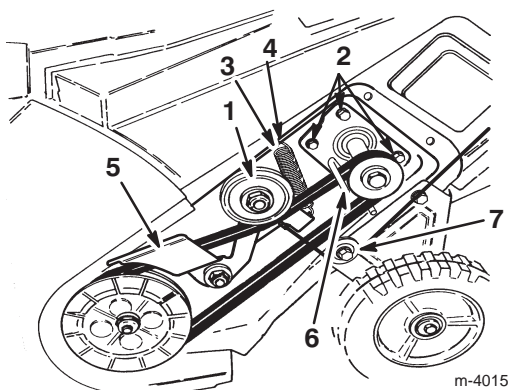

Figure 12
5. Desserrer les 4 écrous de fixation du moteur suffisamment pour faire pivoter le guide-courroie et l'éloigner de la poulie moteur afin de pouvoir enlever la courroie (Fig. 12).
12. Vérifier que le long bout du ressort de tendeur est bien accroché dans le trou du carter, et l'extrémité arrondie dans le bras de frein (Fig. 12).
13. Soulever le bras de tendeur, pincer la courroie et la mettre en place sous le galet tendeur (Fig. 12).
IMPORTANT : S'assurer que le câble de commande est bien sur sa poulie avant de remonter le carter de courroie de gauche (Fig. 12).